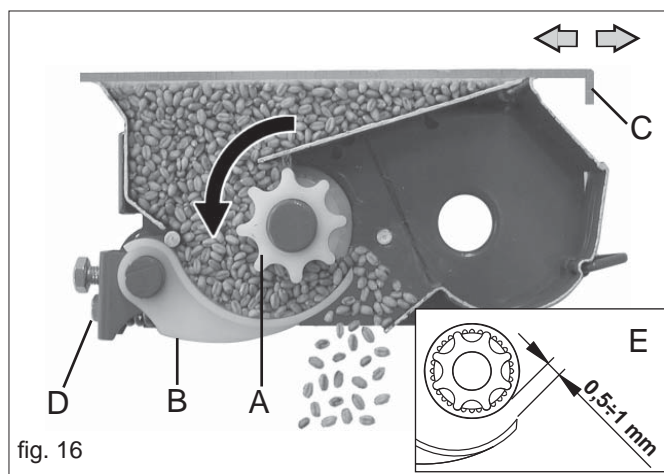

fig. 16
Tastatorii (B Fig. 16) poziționați corect asigură o distribuție fluidă și constantă a semințelor.
- 3) prin intermediul șurubului (D), reglați distanța dintre tastator și ruloul distribuitor la $0,5 \div 1$ mm (E Fig. 16).
Lamelele de închidere, ștuțurile de ieșire (C, Fig.16) a semințelor din rezervor, au două poziții de reglare: